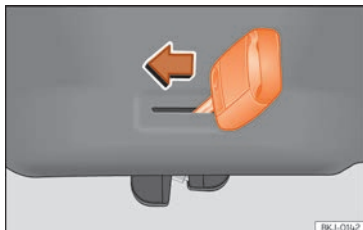

Fig. 9 Apertura d'emergenza del portellone posteriore.
- Inserire l'ingegno della chiave nella fessura e sbloccare il dispositivo di chiusura girando la chiave da destra verso sinistra, come indicato dalla freccia » **fig. 9**.